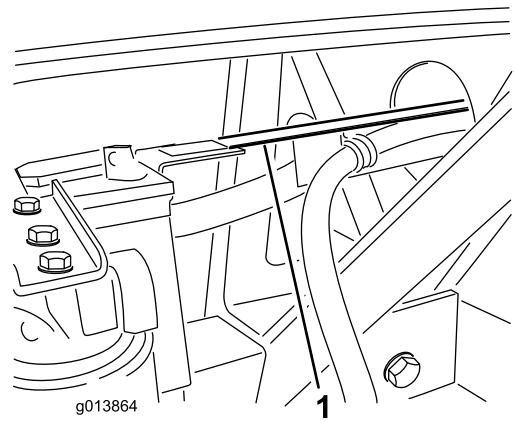

図 10
33. ホースガイドが、バッテリートレイの垂直の足から出ているタブの上に載るようにする (図 10)。もしホースガイドの中のホースがバッテリートレイのタブの穴に合わない場合は、ホースガイドの長さを調整してみる (ホースガイドを油圧タンクのブラケットに固定しているボルトをゆるめて、ホースガイドを前後に移動させる)。
34. ボルト (1/4 x 3/4 in)、フランジロックナット各2を使って、ホースガイドをバッテリートレイのタブに取り付ける (図 10)。